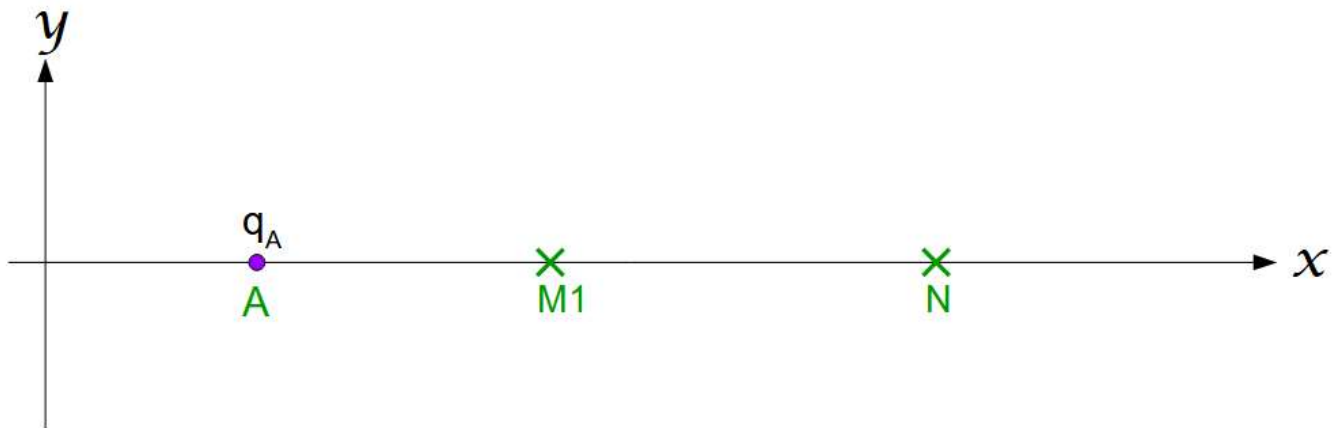

Figure 1 : champ électrique créé par 1 charge selon l'axe horizontal
- 1) Dans la Figure 1, tracer le champ électrique créé par la charge q_A au point M puis au point N si cette charge est positive : $q_A = q$. En quel point, M ou N, le champ est-il le plus grand ? Que se passe-t-il si $q_A = -q$?